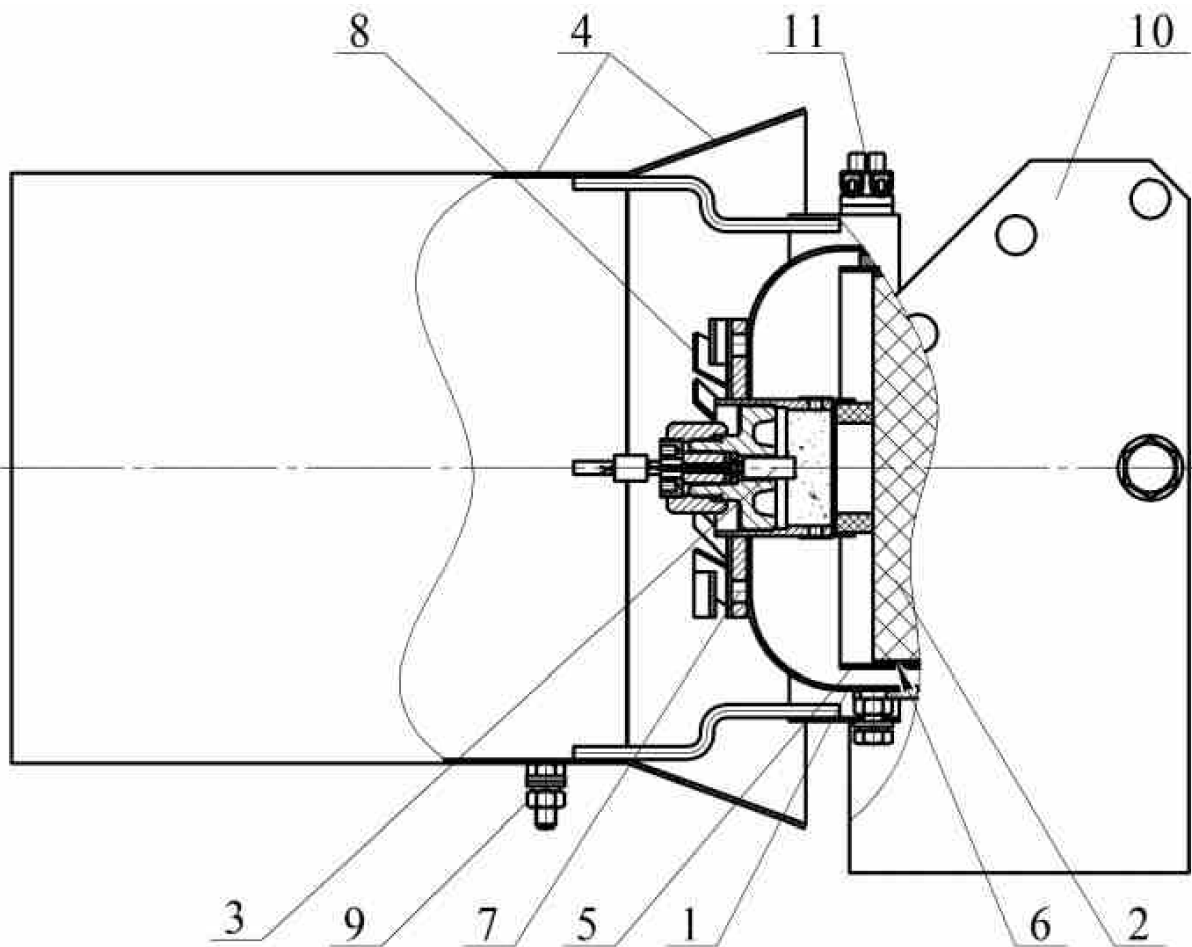
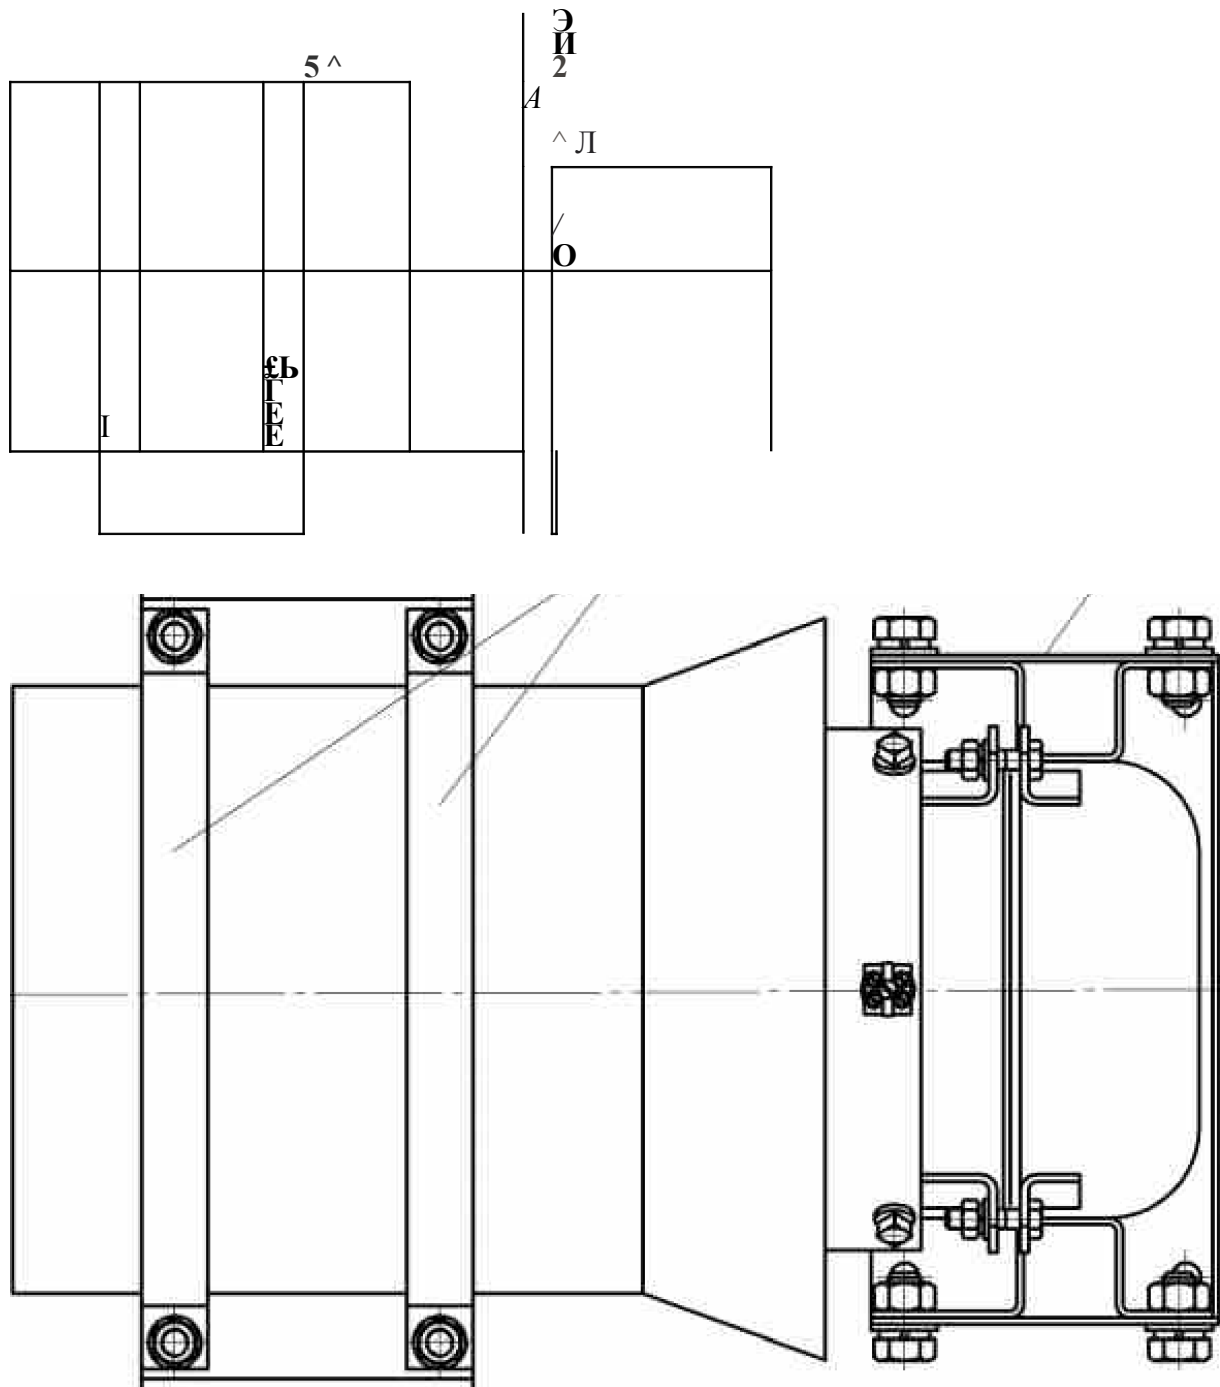

Рисунок 1
Figura 2
4.2.1. GOA 1 (a se vedea. Figura 2), din punct de vedere constructiv, practic, nu se deosebește de generatorul din figura 1, cu excepția consolelor pentru fixare de o suprafață portantă. GOA este echipat cu o consolă 1, destinată pentru montarea carcasei 2 și consola 3, la care, prin intermediul a 2 cleme 4 este fixat ejectorul 5. Pentru a contracara impactul vibrațiilor asupra carcasei și ejectorului generatorului legate de suprafața portantă pentru
6.2. Se fixează consola/suportul **10** (a se vedea. Figura 1) sau console **1, 3** (a se vedea. Figura 2) pe perete, tavan, podea, sau un alt plan portant dispus sub orice unghi în raport cu suprafața podelei. Coordonatele orificiilor pentru montarea GOA, destinat pentru a fi utilizat la obiectivele fixe, care nu sunt supuse unor sarcini vibratoare semnificative, sunt prezentate în figura 3, pentru fixarea GOA, destinat pentru a fi utilizat la obiective cu un nivel mare de vibrații – în fig 4.
6.4. GOA, destinat pentru a fi utilizat la obiective fixe, care nu sunt supuse unor sarcini vibratoare semnificative, se instalează pe suportul/consola **10** (a se vedea fig. 1), sub un unghi prestabilit, cu o orientare predefinită a axei ejectorului spre obiectul de apărare, și se fixează conexiunile cu ajutorul șuruburilor M10. GOA destinat pentru a fi utilizat la obiective cu un nivel înalt de vibrație, se instalează pe cinsola **1** (a se vedea. Figura 2) și fixează conexiunea cu ajutorul șuruburilor M10, la consola **3**, cu ajutorul clemelor **4** se va